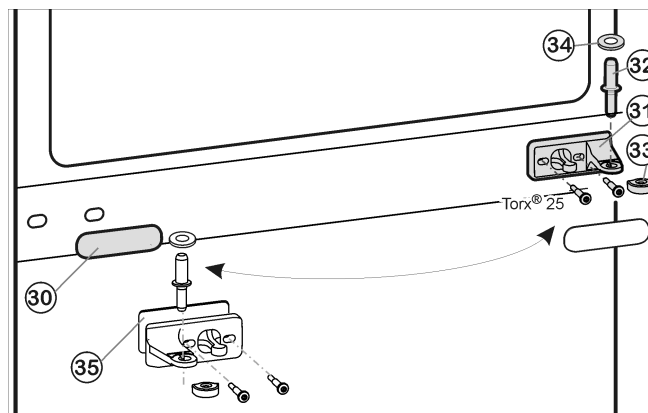
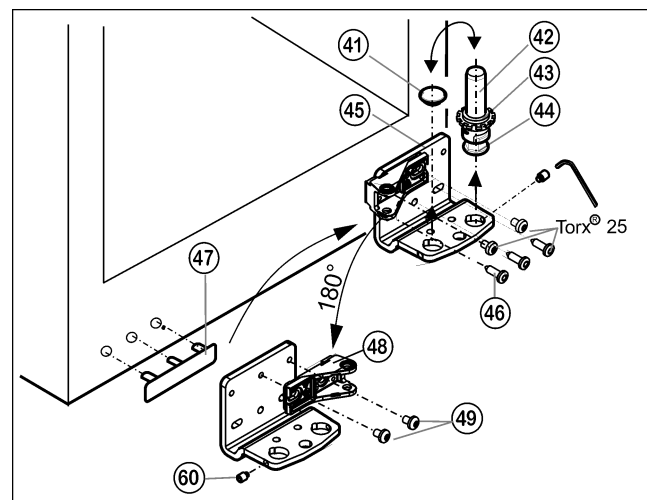

Fig. 11
Fig. 12
- Extraiga el perno de cojinete intermedio Fig. 11 (32) con la arandela Fig. 11 (34) del soporte de cojinete y de la puerta inferior.
- Retire la tapa de plástico Fig. 11 (33).
- Desatornille el soporte de cojinete intermedio Fig. 11 (31) (2 Torx® 25).
- Extraiga con cuidado el panel de protección Fig. 11 (30).
- Atornille el soporte de cojinete intermedio Fig. 11 (31) con la base Fig. 11 (35) en el nuevo lado de la bisagra girándolo 180° **(con 4 Nm) para fijarlo**.
- Vuelva a encajar el panel de protección Fig. 11 (30) girándolo 180° en el nuevo lado del tirador.
- Desenrosque el pasador de rosca Fig. 12 (60) aprox. 1 vuelta con la llave hexagonal suministrada.
- Desenrosque hacia arriba el perno de cojinete Fig. 12 (42) completo, con la arandela Fig. 12 (43) y la pata de ajuste Fig. 12 (44).
- Desmonte el tapón Fig. 12 (41).
- Desatornille Fig. 12 (46) el soporte de cojinete Fig. 12 (45).
- Desenrosque por completo el pasador de rosca Fig. 12 (60) y enrósquelo en el lado opuesto en el soporte de cojinete hasta que quede por fuera a ras del soporte de cojinete.
- Desatornille la pieza de cojinete Fig. 12 (48) y vuélvala a atornillar Fig. 12 (49) en la parte interior girándola 180°.
- Vuelva a colocar el tapón Fig. 12 (41) en el otro agujero.
- Desmonte la cubierta en el lado del tirador Fig. 12 (47) con cuidado y cámbiela al lado opuesto.
- Vuelva a atornillar el soporte de cojinete Fig. 12 (45) en el nuevo lado de la bisagra **(con 4 Nm) para fijarlo**; dado el caso, utilice un destornillador de batería.
- Vuelva a enroscar el perno de cojinete Fig. 12 (42) completo, con la arandela y la pata de ajuste.
- Apriete el pasador de rosca Fig. 12 (60).
- Coloque la puerta desde arriba sobre el perno de cojinete inferior Fig. 12 (42).
- Vuelva a colocar la tapa de plástico Fig. 11 (33) en el soporte de cojinete intermedio Fig. 11 (31).
- Inserte en la puerta inferior el perno de cojinete intermedio Fig. 11 (32) en el nuevo lado de la bisagra a través del soporte de cojinete intermedio Fig. 11 (31).
- Introduzca la arandela Fig. 11 (34) en el perno de cojinete intermedio Fig. 11 (32).
- Coloque la puerta superior sobre el perno de cojinete intermedio Fig. 11 (32).
- ▶ Dado el caso, alinee las puertas a través de los dos agujeros oblongos en el soporte de cojinete inferior *Fig. 12 (45)* y el soporte de cojinete intermedio *Fig. 11 (31)* a ras de la carcasa del aparato. Para ello, desenrosque el tornillo intermedio del soporte de cojinete inferior *Fig. 12 (45)*.